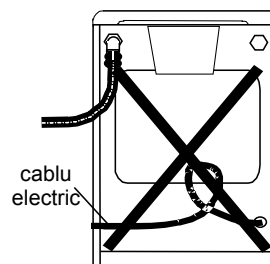

fig. 12
**Este interzis cu desăvârșire trecerea cablului de alimentare electric prin spatele cuptorului aparatului (fig.12).**